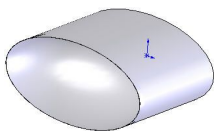

图 7-134 生成填充曲面
(2) 在填充曲面时, 可以选择不同的曲率控制类型, 使填充曲面更加平滑。在【修补边界】选项组中, 设置【曲率控制】类型为【曲率】, 如图 7-133 所示, 单击【确定】按钮, 生成填充曲面, 如图 7-134 所示。